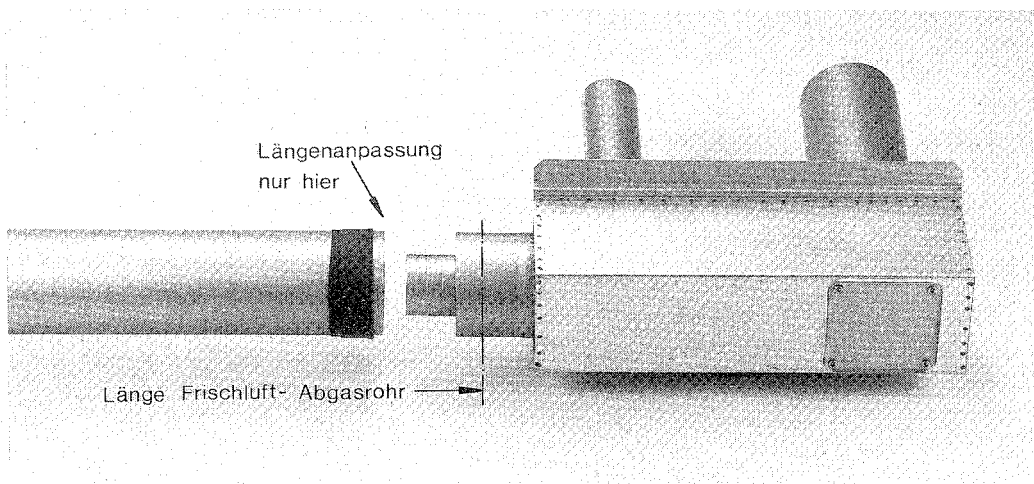

Bild 9 Kürzen des Doppelrohres
- Endgültige Länge des Frischluft-Abgasrohres anzeichnen (Bild 9).
- Frischluft-/Abgasrohr an der zuvor bezeichneten Stelle absägen, der Schnitt darf nur an der bezeichneten Stelle erfolgen. (Bild 9).
- Frischluft-Abgasrohr ablängen (Bild 9).